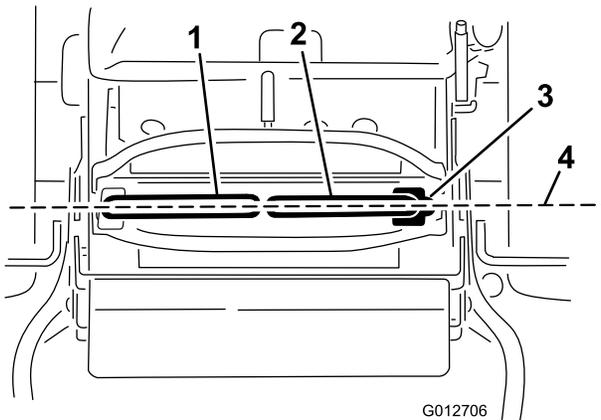

Figura 71
**Importante:** Certifique-se de que o alinhamento do cortador está correto após o ajuste das alavancas de controlo de movimento. O ajuste do alinhamento e o alinhamento das alavancas de controlo de movimento da parte dianteira para a traseira é o mesmo procedimento (Figura 71).
1. Depois de ter concluído o alinhamento horizontal, verifique o alinhamento entre a frente e a traseira empurrando ligeiramente as alavancas de controlo para a frente para detetar alguma folga nas ligações das alavancas de controlo (Figura 71).